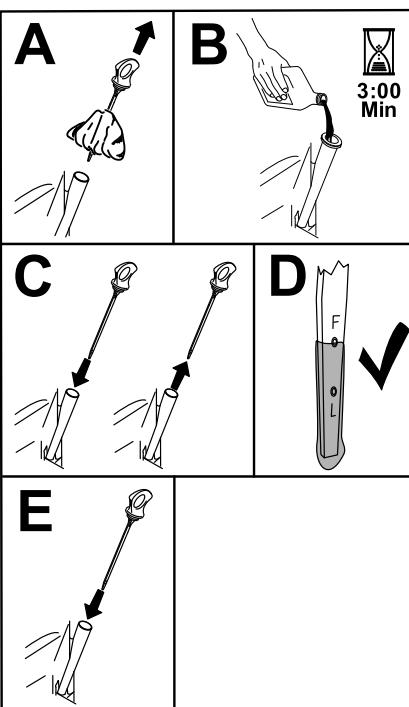

Figure 37
- Versez lentement environ 80 % de l'huile spécifiée dans le tube de remplissage, puis faites l'appoint lentement jusqu'à ce que le niveau atteigne le repère maximum (Full) (Figure 37).